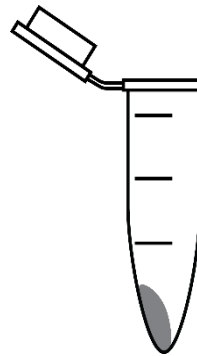

Figura 2 - Desenho esquemático de um tubo de microcentrífuga com um corpo de fundo (área cinza).
4. Pegue os tubos centrifugados. Os *Paramecia* estão agora no denominado “corpo de fundo”, no fundo do tubo com o número do seu grupo, ligeiramente mais próximo do lado do tubo ao qual a tampa está presa (veja Figura 2).